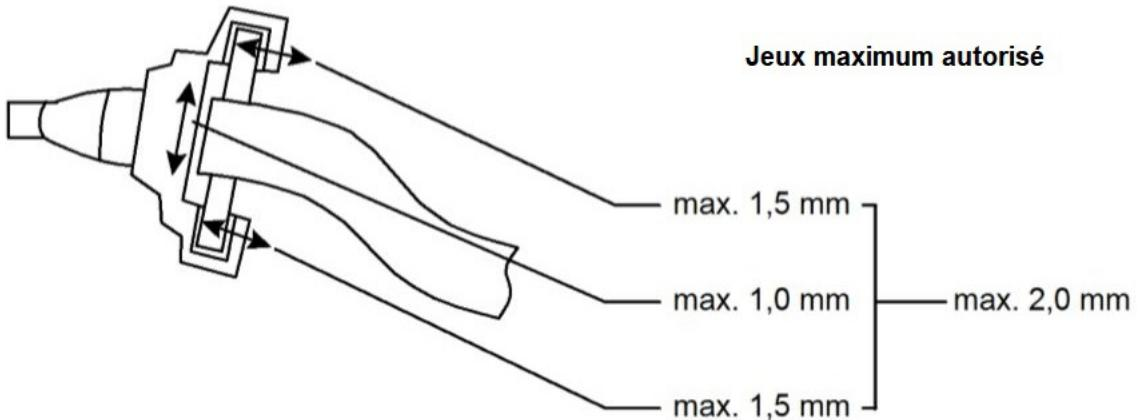

FIGURE 6 PIVOTS AVANTS
- F) Jeu radial des axes de pivot, celui-ci ne doit pas être supérieur à 1,5 mm en dessous ou au dessus mesuré sur le fusée d'essieu, le total inférieur et supérieur ne doit pas dépasser 2,0 mm. Le jeu axial, celui-ci ne doit pas être supérieur à 1,0 mm en plus du jeu maximal du neuf à 0,4 mm, ce qui correspond à un maximum de 1,4 mm. Voir figure 6